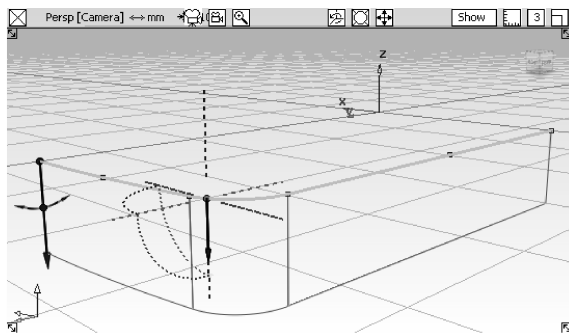

图 8-10 创建拉伸曲面
- 11 收起对话框，在透视图窗中用选取框选取所有曲线，形成拉伸曲面，如图 8-10 所示。